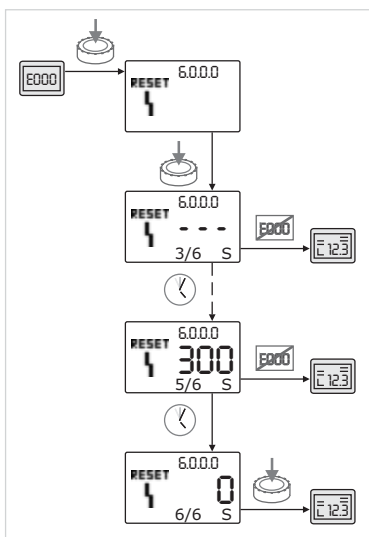

Fig. 62: Acquittement du type de défaut C
- Si des défauts de type C surviennent, procéder comme suit pour les acquitter (fig. 62) :